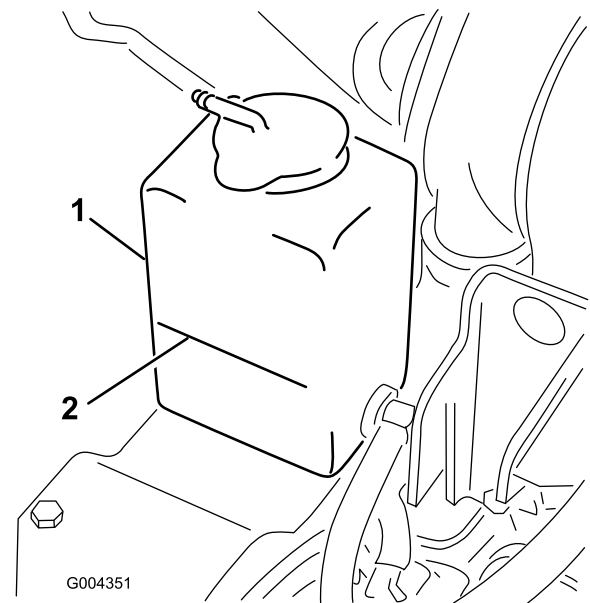

Figura 20
1. Controllare il livello del refrigerante nel serbatoio di espansione (Figura 20).